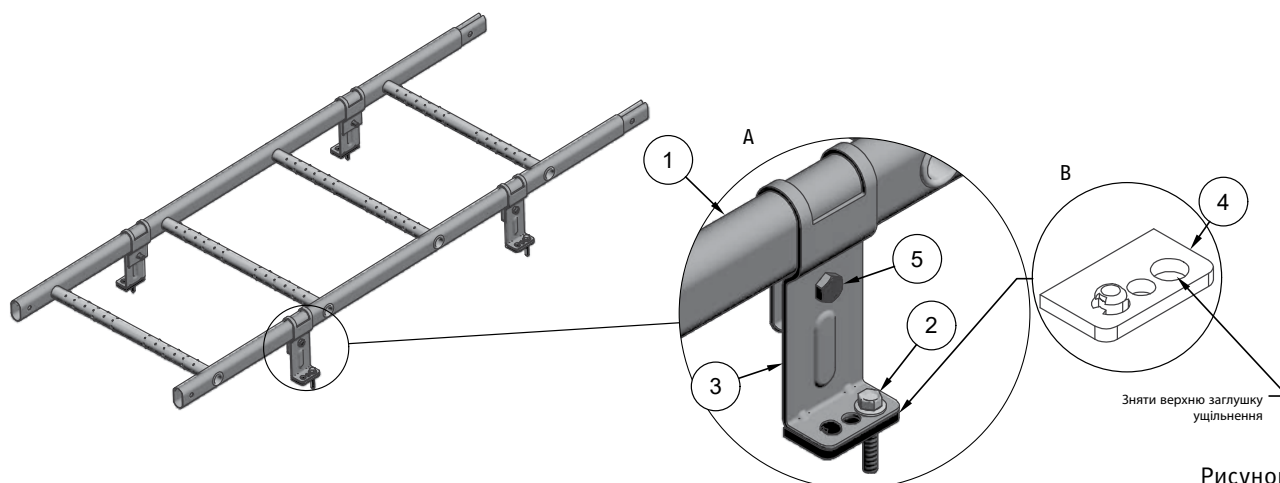

Рисунок 1
- закріпити ущільнення з етилен-пропіленового каучуку в основі кріпильних боковин, видаливши верхню вкладку ущільнення (рис. 1В),
- готові бокові кріпильні елементи з ущільненнями прикрутити до двох вертикальних балок за допомогою болтів з шестигранною головкою М8х30 таким чином, щоб вони були спрямовані у бік схилу даху на відстані не більше 1400 мм один від одного і могли переміщатися вздовж балок (рис. 1, деталь 5),